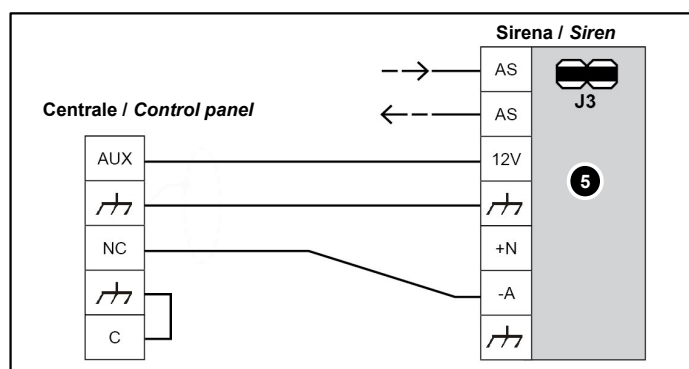

Fig. 5 - Collegamento NEMO-L (-A) / NEMO-L (-A) connection
• PROCEDURA DI COLLEGAMENTO TRAMITE MORSETTO: -A**Eseguire le seguenti operazioni (fig. 5):**
• CONNECTION PROCEDURE VIA TERMINAL BLOCK: -A**Perform the following operations (fig. 5):**